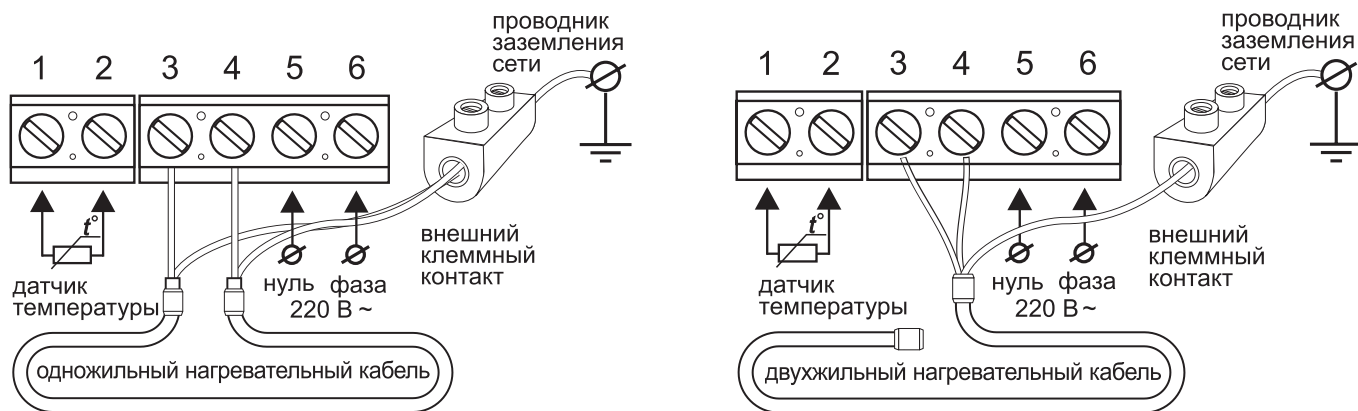

Рис. 4
Выходы нагревательной секции или мата подключаются к клеммам **3** и **4**; вывод экранирующей оплетки (желто-зеленый провод) – к линии защитного заземления (РЕ) через внешний клеммный контакт (не входит в комплект поставки) (рис. 4).
1. Выполните подключение согласно рис. 4.